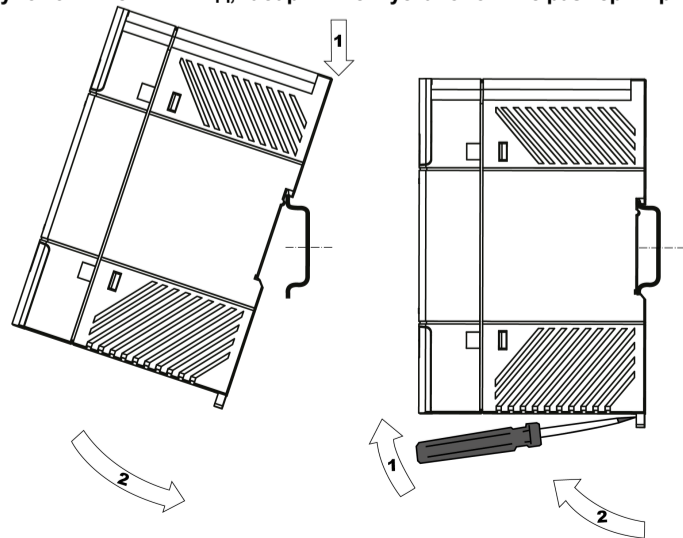

Рисунок 4 – Монтаж (1) и демонтаж (2) прибора
- С усилием придавить прибор к DIN-рейке в направлении, показанном стрелкой, до фиксации защелки (см. рисунок 4).
Для демонтажа прибора следует (см. рисунок 4):